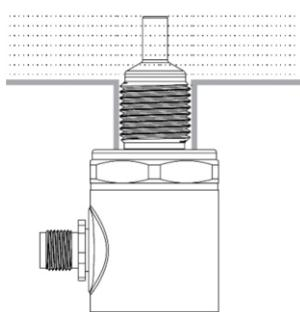

Рисунок 3
- (3) Если труба не заполнена жидкостью, SP следует установить под трубой так, чтобы уровень жидкости был выше стержня датчика потока (рис. 3).